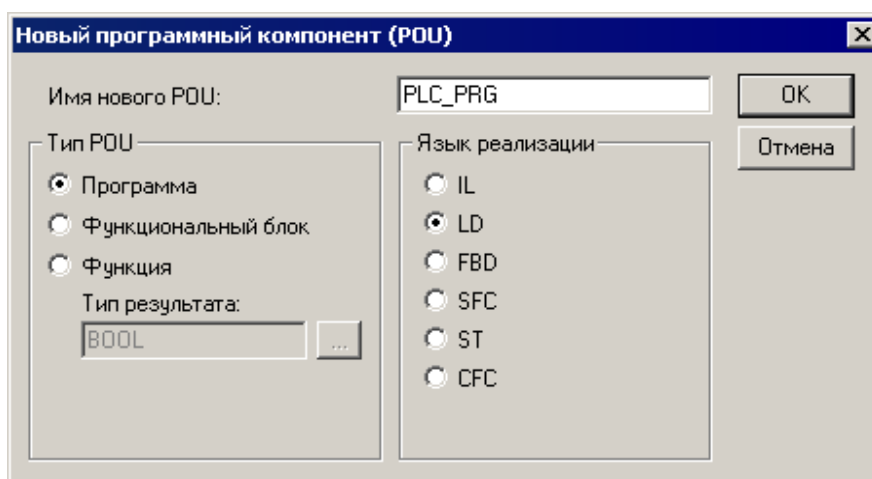

Рисунок 3.5 – Окно «Новый программный компонент (New POU)»
- 6) В открывшемся окне «Новый программный компонент (New POU)» (см. рисунок 3.5), в поле «Имя нового POU (Name of new POU)» – отображается заданное по умолчанию имя новой главной программы проекта (**PLC_PRG**); его не следует изменять. В группе переключателей «Тип POU (Type of POU)» отображается заданный по умолчанию тип новой главной программы проекта (**Программа (Program)**); его также не следует изменять.